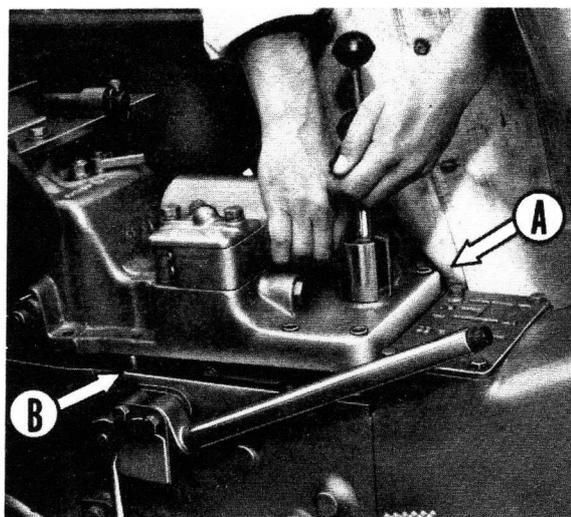

Fig. 23
- 3° Mettre en place sur le levier de réducteur la cloche de maintien comme indiqué fig. 23.
- 5° S'assurer que le pignon d'entraînement de la pompe s'engage convenablement dans le pignon correspondant de la boîte de vitesses, puis soulever l'avant du carter de relevage à l'aide des leviers de réducteur et de changement de vitesses, puis faire reposer l'ensemble doucement sur le joint (fig. 23).